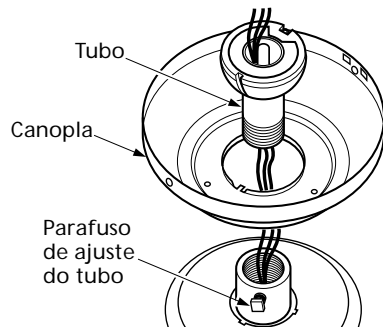

Figura 4a - Inserindo o tubo através da canopla
1. Insira o tubo através da canopla conforme mostrado na Figura 4a.
2. Aparafuse o tubo dentro do conjunto do ventilador até que fique apertado. **IMPORTANTE!** Aperte o parafuso de ajuste do tubo conforme mostrado na Figura 4a.